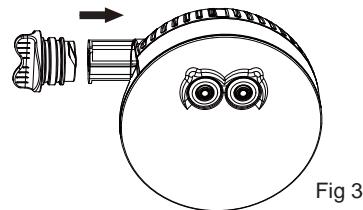

Fig 3
3. Rimontare il supporto della batteria (**2**) nell'apposito vano, seguendo il posizionamento corretto (vedi Fig 3).